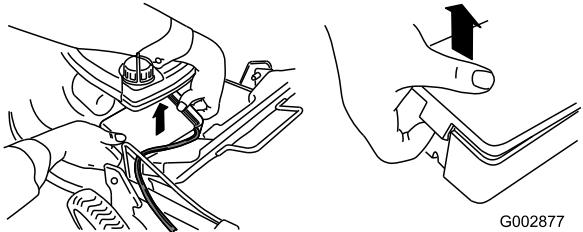

Figure 7
- Dégagez les deux extrémités du couvercle de la batterie et déposez le couvercle (Figure 7).